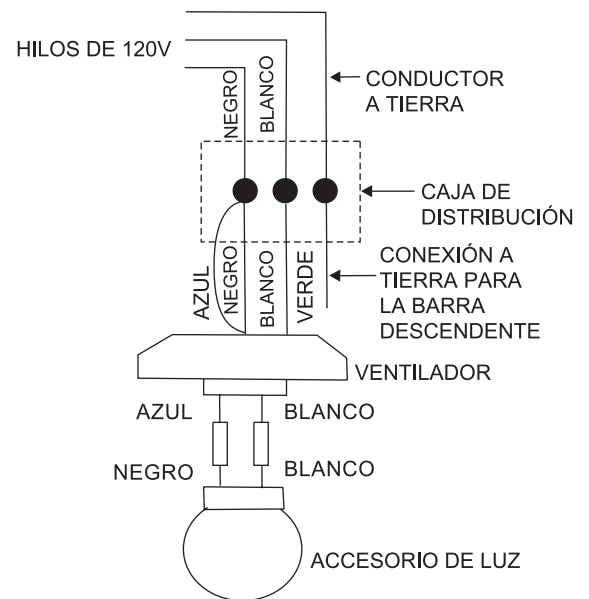

Figura 11
Paso 1 Conectar el cable de alimentación (negro) de ventilador y el cable de alimentación (azul) de alimentación I al cable negro de alimentación residencial cómo se muestra en la Figura 11.